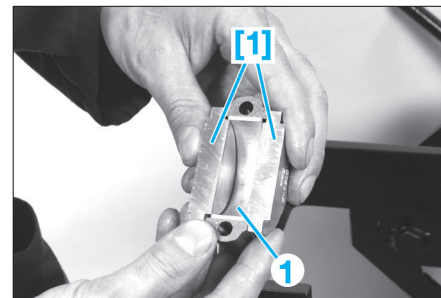

FIG. 80
- Outil [1] de centrage des coussinets de chapeau de bielle (Ref PSA : 0194.P) (Fig.80).
- Monter dans leur chapeau, les coussinets (1) huilés suivant la classe déterminée pour chaque maneton. Ils doivent parfaitement être centrés sur la bielle et le chapeau. Utiliser pour cela les outils [1] (Fig.80).